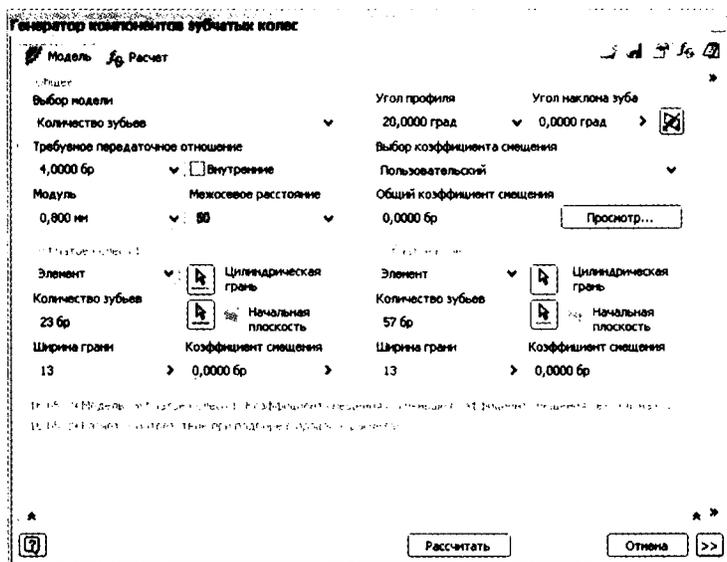

Рис. 8.12. Обновленные значения в диалоговом окне приоритетны перед выбором геометрии
7. Установите **Ширину грани** (ширину венца) 13 мм для обоих колес, ваше диалоговое окно должно выглядеть как на рис. 8.12.